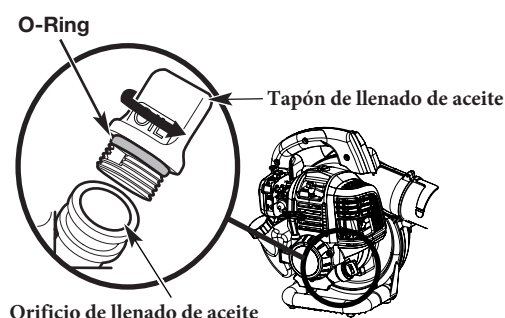

Fig. 9
3. Limpie el área alrededor del tapón de llenado de aceite (Fig. 9) para evitar que entren residuos en el orificio de llenado de aceite.
Nota: Asegúrese de que la junta tórica esté colocada en el tapón de llenado de aceite (Fig. 9).
1. Limpie el área alrededor del tapón de llenado de aceite (Fig. 9) para evitar que entren residuos en el orificio de llenado de aceite.